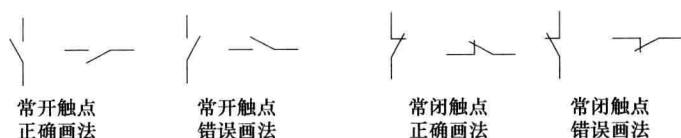

图 1-14 触点的表示
(1) 触点分两类 一类靠电磁力或人工操作的触点（接触器、继电器、开关、按钮等）；另一类为非电磁力和非人工操作的触点（压力继电器、行程开关等的触点）。
(2) 触点表示 接触器、继电器、开关、按钮等项目的触点符号，在同一电路中，在加电和受力后，各触点符号的动作方向应取向一致，如图 1-14 所示触点的正确画法。